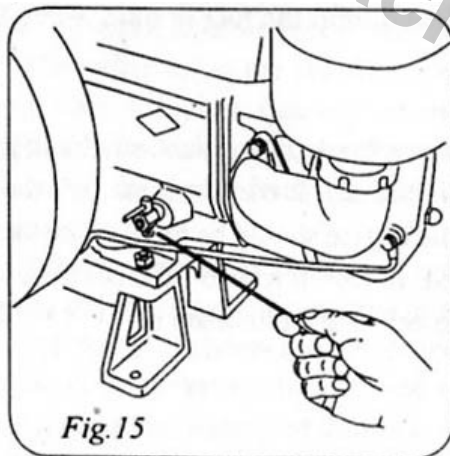

Рис.15
4.4.4 Зимой необходимо сливать всю воду. Промывайте сливной кран регулярно, чтобы удалить всю грязь (рис. 15).